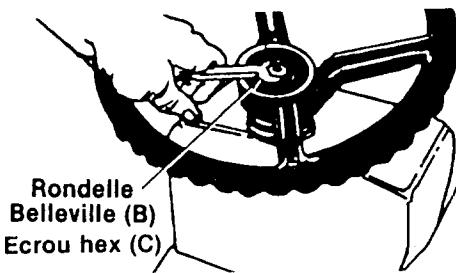

FIGURE 13
5. Maintenez-le en place avec une rondelle Belleville (B) (côté cruce contre le volant) et un écrou à six pans (C). Voir la figure 13.
6. Poussez le chapeau (A) sur le volant à la main.